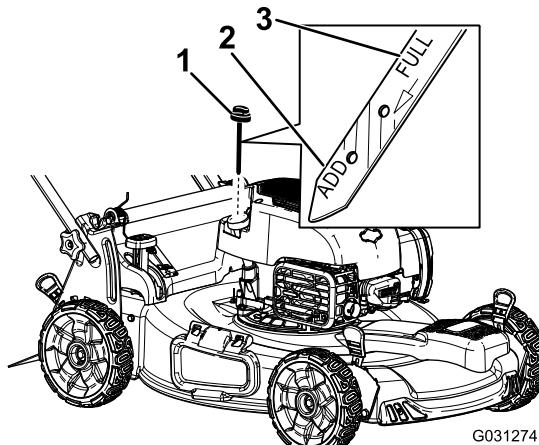

Figura 13
3. Retire la varilla, límpielo, y vuelva a colocarla (Figura 13).
4. Retire la varilla y compruebe el nivel de aceite (Figura 13). Si el nivel de aceite está por debajo de la marca "**Add**" de la varilla, vierta lentamente aceite en el tubo de llenado hasta que el nivel llegue a la marca "**Full**" de la varilla. **No llene demasiado**.